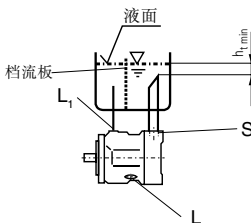

图 5
- 如安装在油箱之下“L₁”和“S”口的管道连接如图5所示，“L”口堵死。